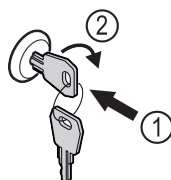

Fig. 87 Voorbeeld
- Sleutel erin duwen Fig. 87 (1).
- Sleutel 90° rechtsom draaien Fig. 87 (2).